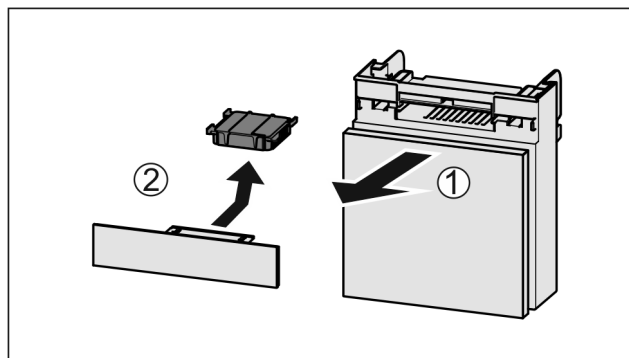

Fig. 80
- ▶ Vytiahnite zásuvku smerom dopredu Fig. 80 (1).
- ▶ Vyberte aktívny uhlíkový filter Fig. 80 (2).